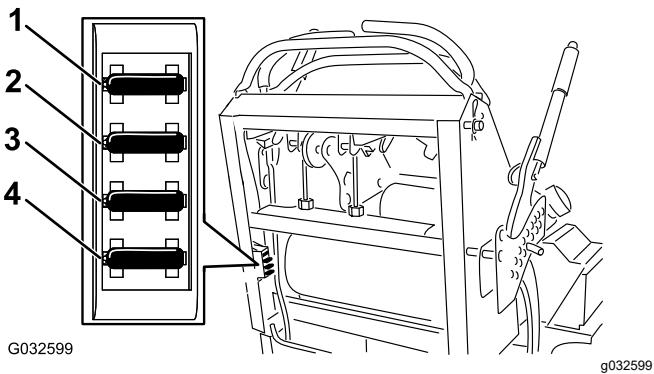

Figura 51
4. Extraiga el fusible y sustitúyalo (Figura 51).